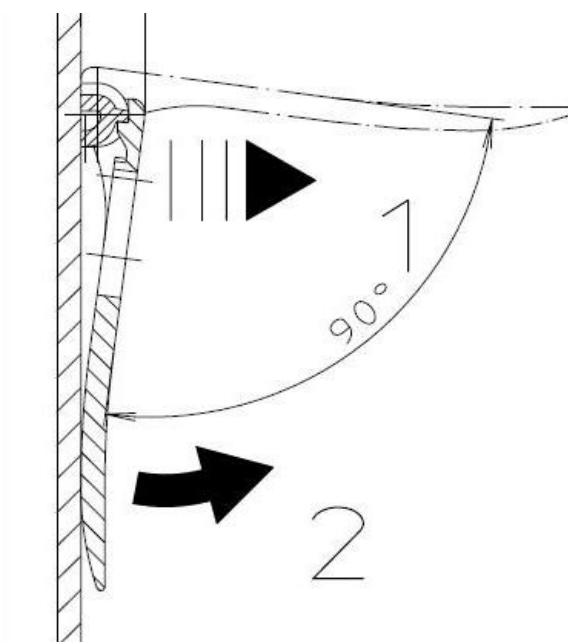

Рис. 3. Использование подставки.
- потянуть за ушко подставки (деактивировать защелку) - Рис. 3, поз. 1;
- повернуть подставку на 90 градусов от прибора - Рис. 3, поз. 2;